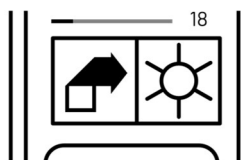
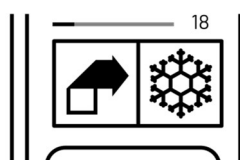
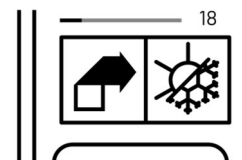

Рисунок 18 - Пиктограмма режима нагрева
Рисунок 17 - Пиктограмма режима охлаждения
Рисунок 16 - Пиктограмма режима «климат-контроль»
- 3.5.2 Для выбора режима работы нажмите и удерживайте в течении 5 секунд кнопку «MODE». Пиктограмма над кнопкой (Рисунок 16, Рисунок 17, Рисунок 18) обозначает текущий режим работы. Основное поле меню регулировки уставки